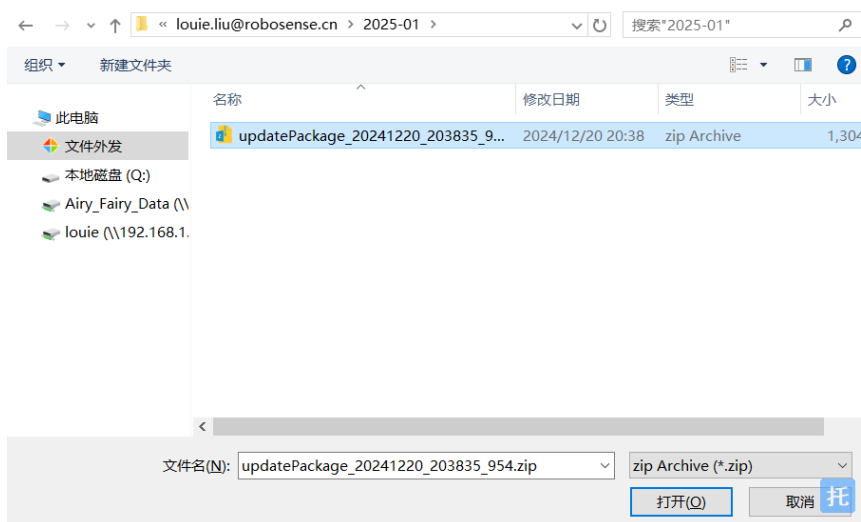

图20 选择升级包所在路径的文件
- 2) 选择对应待升级固件的文件夹，选中待升级固件后点击“打开”（路径请勿出现中文字符），如图 20 所示；